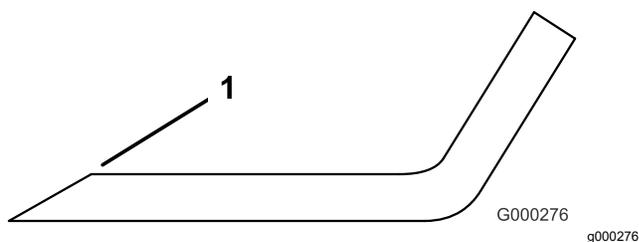

Figure 87
3. Examinez les tranchants de toutes les lames et aiguiser-les s'ils sont émoussés ou ébréchés (**Figure 87**).
Remarque: N'aiguiser que le haut du tranchant et conservez l'angle de coupe d'origine pour obtenir une coupe nette (**Figure 87**). Limez la